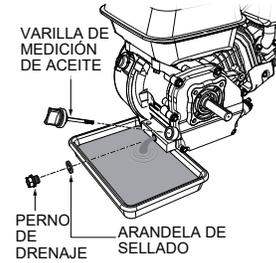

Figura 19. Aceite del motor (drenaje)
1. Drene el aceite del motor cuando el aceite esté caliente según se muestra en la Figura 19.